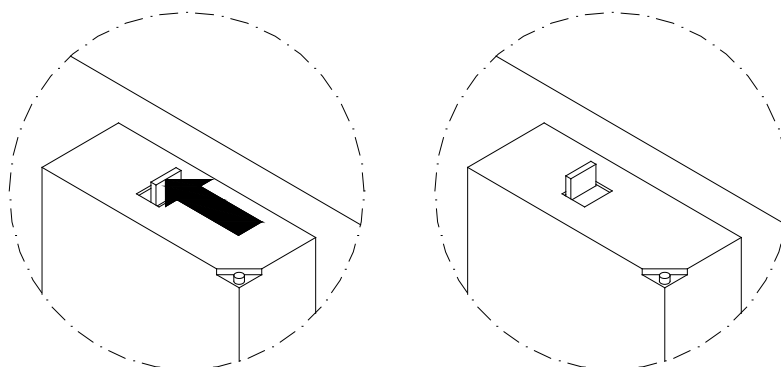

Figura 27 – Ripristino del Monitoraggio
- ripristinare il relè del monitoraggio come mostrato in Figura 27.